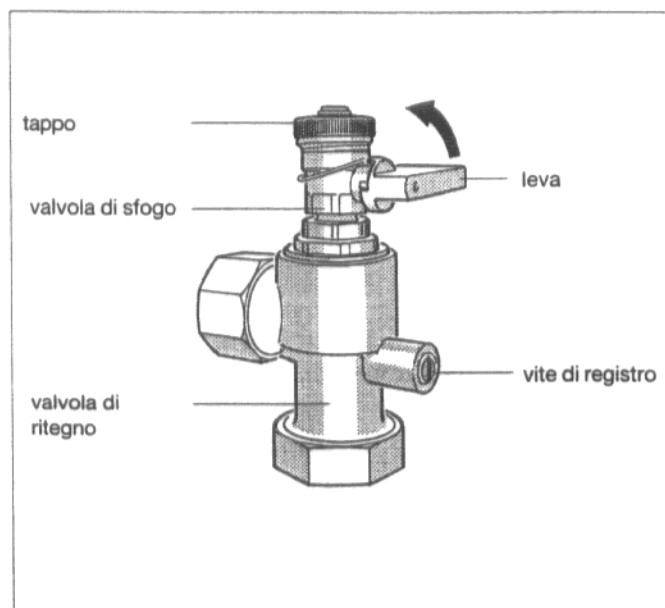

Fig. 11: Valvola di ritegno con valvola di sfogo
- Mettere in posizione verticale il taglio della vite di regolazione della valvola di ritegno (sempre aperta) (Fig. 11).
- Svitare il coperchio di chiusura della valvola di sfogo aria e mettere in posizione verticale la barretta della valvola di sfogo (aprire) (Fig. 11).